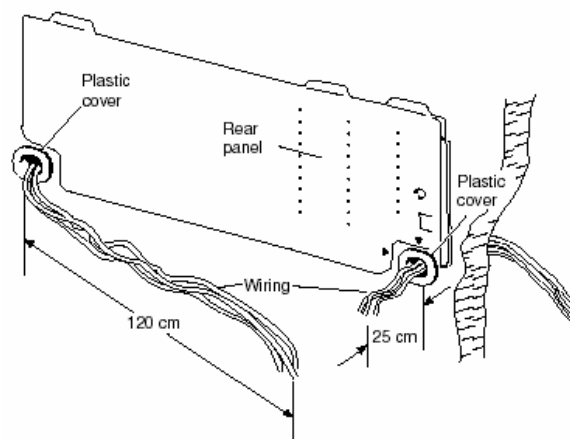

Fig. 21a
- (3) Passez les câbles électriques à travers le mur jusqu'à l'unité intérieure, conserver environ 30cm de câble pour le côté droit et 120cm pour le côté gauche. (figure 21a)
- (4) Connecter les câbles au bornier en vous référant scrupuleusement au schéma électrique
- (5) Remettez en place le bornier et refermez la grille d'aspiration